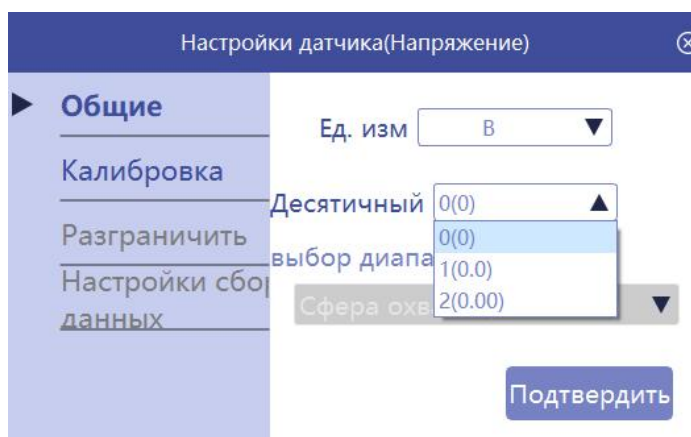

Рисунок 12
- ① Общая процедура настройки выглядит следующим образом: после подключения датчика щелкните значок настройки  для входа в интерфейс настройки датчика, выберите соответствующие единицы измерения, десятичную точку и диапазон измерения, как показано на рис.12.